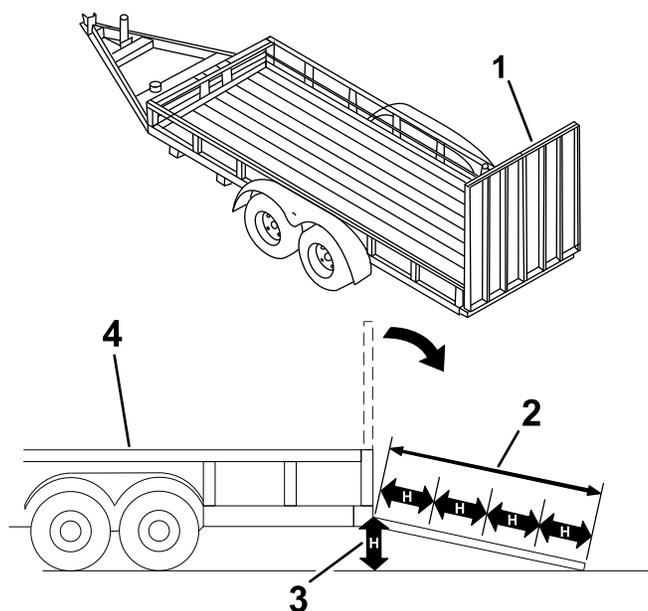

Figura 25
Colocar uma máquina num reboque ou camião aumenta a possibilidade de capotamento e pode provocar graves ferimentos ou morte (Figura 25).
3. Desça a rampa (Figura 25).